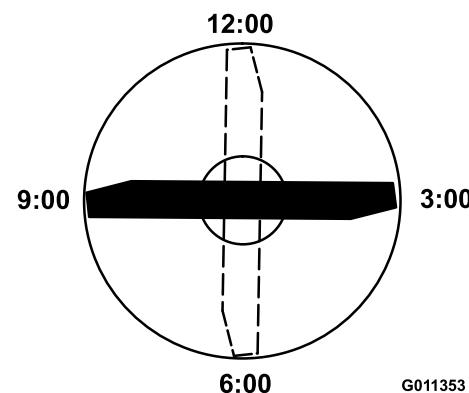

Figura 81
4. Orientate il tagliente dell'estremità marcata della lama sulle ore 12 (esattamente in avanti, nel senso di falciatura) (Figura 81) e misurate l'altezza tra il banco e il tagliente della lama.
- Ruotate l'estremità marcata della lama sulle ore 3 e sulle ore 9 (Figura 81) e misurate le rispettive altezze.